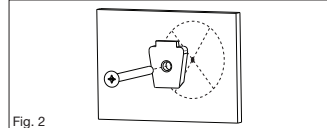

Fig. 2
- Attachez le support de fixation de la barre d'assistance au mur avec le tire-fond à tête hexagonale 1/4 po x 2-1/2. **NE SERREZ PAS COMPLÈTEMENT.** (Fig. 2)